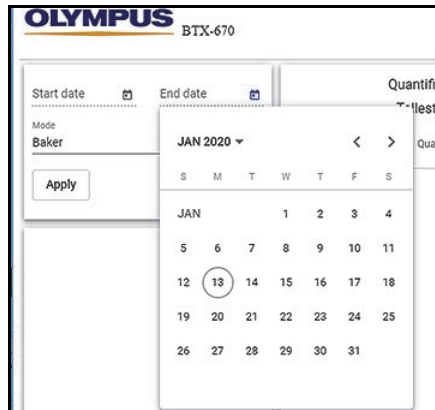

Figura 5-6 Caixa de diálogo Date/Mode
2. Na caixa de diálogo **Date/Mode** (veja Figura 5-6 na página 65), use o calendário para encontrar resultados por data (opcional).